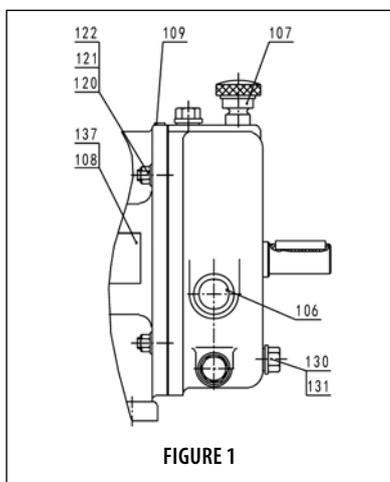

FIGURE 1
Voir figure 1. Dévisser le bouchon de vidange (130), desserrer le filtre à air (107) et vidanger l'huile de lubrification de la boîte d'engrenages (04). Recueillir l'huile lubrifiante dans un récipient approprié. Soulever la boîte d'engrenages (04) après avoir retiré les écrous de blocage (121).